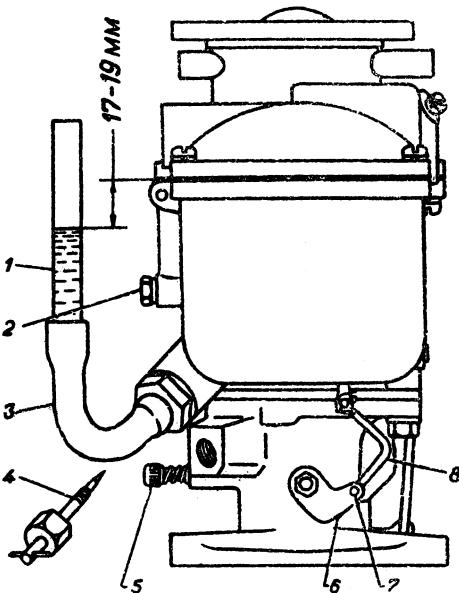

Рис. 7. Замер уровня бензина в поплавковой камере.
9. Необходимо правильно регулировать уровень бензина в поплавковой камере, который должен быть на 17—19 мм ниже плоскости раз'ема карбюратора. Проверка производится с помощью резиновой и стеклянной трубок. Внутренний диаметр стеклянной трубы должен быть не менее 9 мм (рис. 7). При проверке уровня